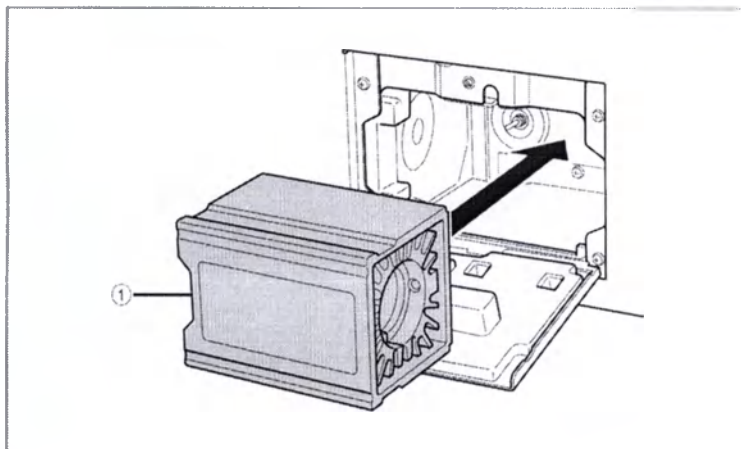

Рисунок 6.4
1. Удерживая картридж лампы вогнутой частью ① вперед, полностью вставьте в корпус в прямом положении (см. рисунок 6.4).